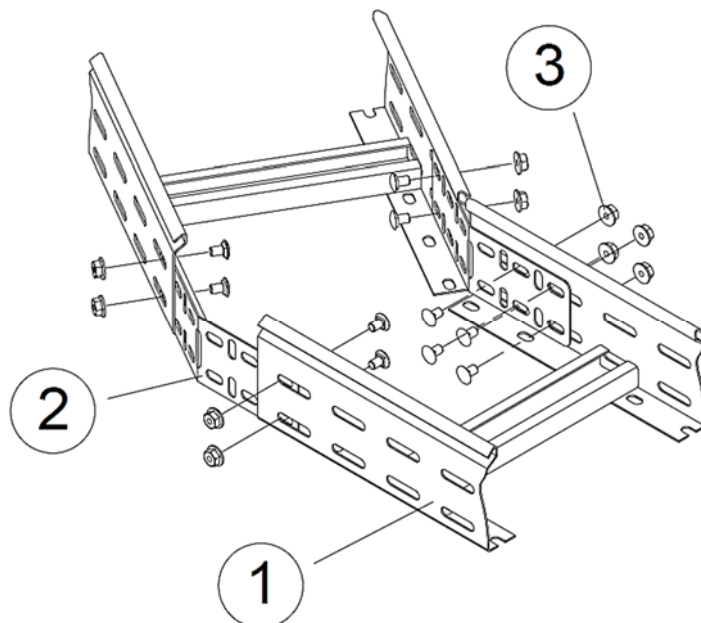

Рисунок 35
7.6.2 Приложить с двух внутренних сторон к боковым стенкам одного из соединяемых лотков позиция 1 пластины соединительные регулируемые и закрепить их комплектом соединительным КС позиция 3 (рисунок 35).